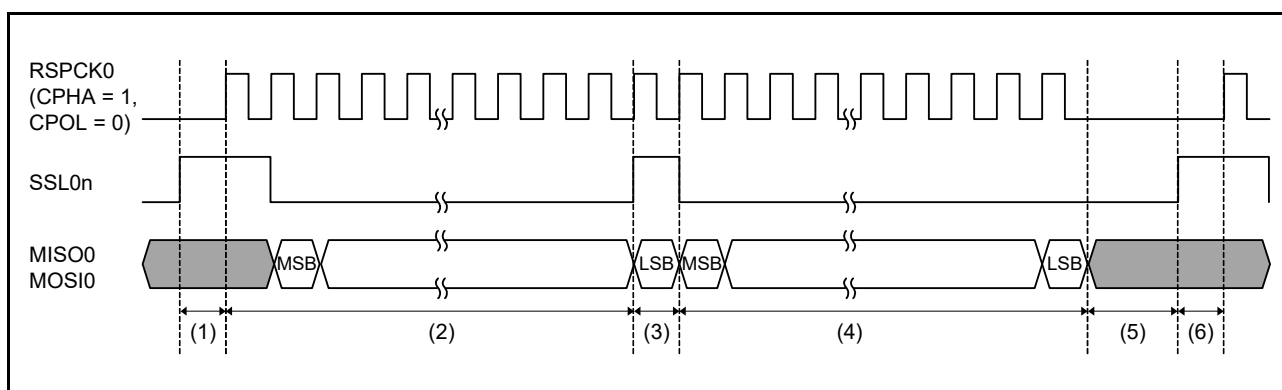

図 38.59 バースト転送動作 (FRFS = 1) の例
図 38.59 に SPCMD0、SPCMD1 レジスタの設定を使用してバースト転送を実現した場合の SSL0n 信号動作とシリアルデータ MISO0/MOSI0 例を示します。(1) ~ (6) の RSPI 動作内容について、以下に説明します。なお、SSL0n 出力信号の極性は、SSLP レジスタの設定値に依存します。